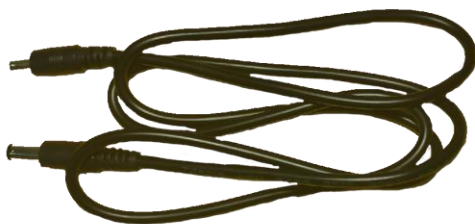
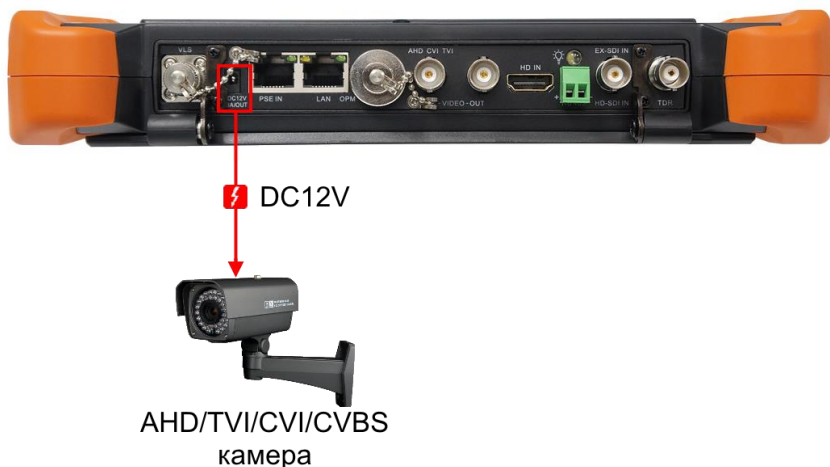

Рис.3 Кабель DC-DC(тонкий)
Рис. 4 Подключение питания DC 12V к видеокамере с использованием тестера
- 2) Подключите питание к видеокамере. Сделать это можно от самого тестера с помощью кабеля DC-DC (тонкий) из комплекта поставки (рис.3). Один конец кабеля с тонким штекером подключите к выходу на тестере DC12V/3A OUT, а другой к видеокамере (рис.4) Убедитесь, что видеокамера питается именно от 12V, в противном случае (некоторые управляемые PTZ видеокамеры потребляют 24V) запитайте видеокамеру от отдельного выхода 24V 2A (клеммная колодка) на тестере.